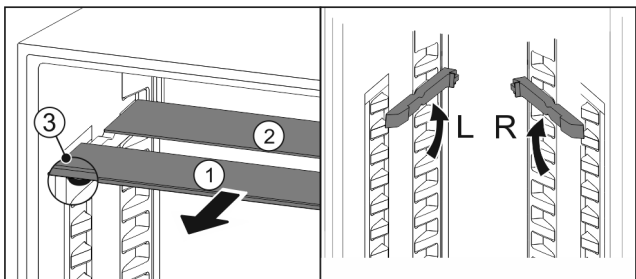

Fig. 76
- ▶ Izvucite Fig. 76 (1) staklene ploče jednu po jednu prema naprijed.
- ▷ Staklena ploča Fig. 76 (1) s ukrasnom letvicom nalazi se sprijeda.
- ▷ Zaustavljači Fig. 76 (3) su usmjereni prema dolje.